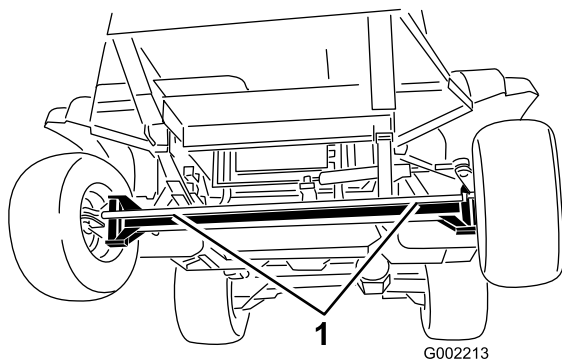
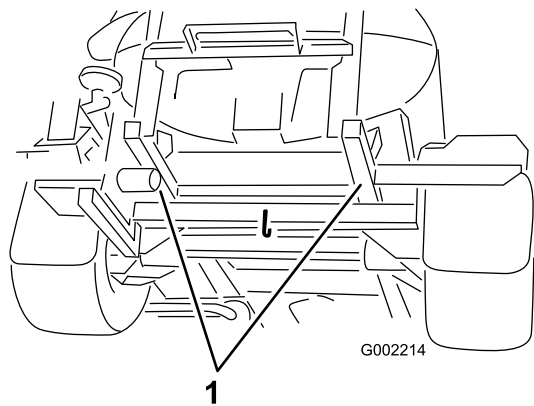

図 37
図 38
2. 牽引ロープを取り付ける。車両前後のロープ掛けポイントについては図 37 と 図 38 を参照。